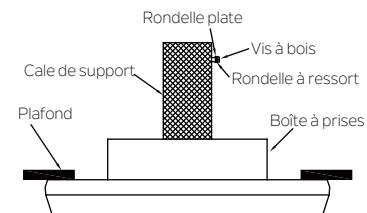

Fig. 7
Étape 1. Installez la vis à bois et les rondelles dans le côté de la cale qui retient la boîte à prise. Laissez 3 mm (1/8 po) entre la cale de support et la rondelle. (Fig. 7)